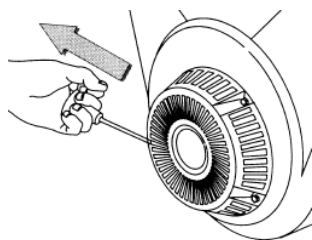

Рис. 2
- Плавно вытянуть до упора трос ручного стартера за ручку (поз. 2 рис. 1) и вернуть в исходное положение (см. также рис. 2).
- При ручном пуске придерживая генератор за раму, резко с интенсивным усилием вытянуть трос стартера до упора (рис. 2), повторив действие несколько раз при необходимости.